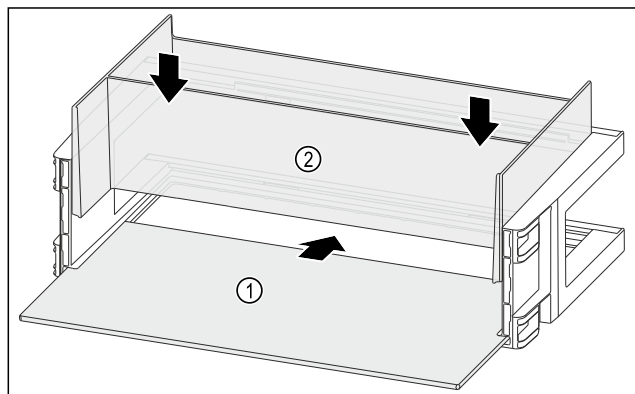

Fig. 98
- ▶ Inserire il ripiano Fig. 98 (1) negli incavi laterali.
- ▶ Inserire l'organizzatore Fig. 98 (2).